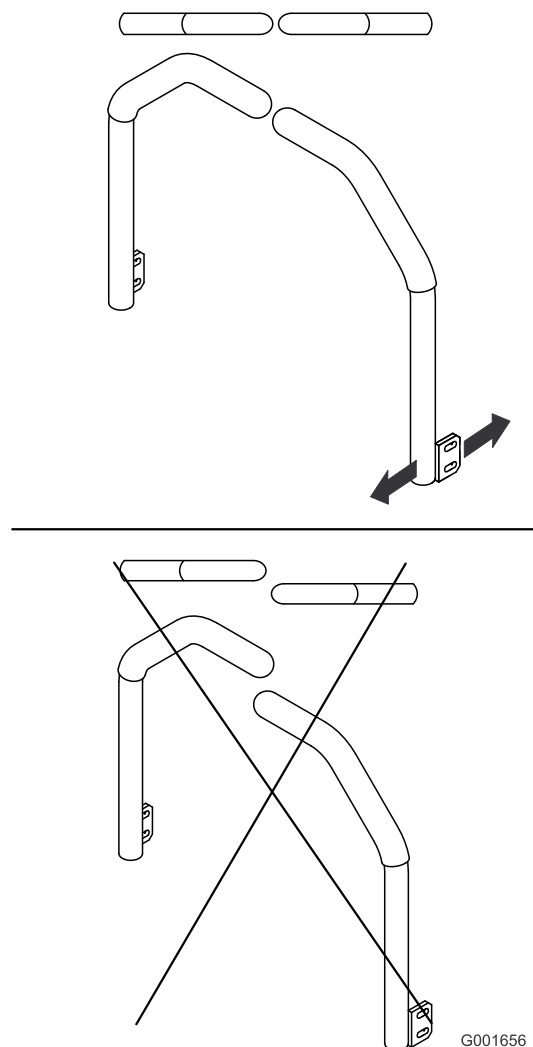

Figure 69
5. Réglez les leviers de commande de sorte à les aligner (Figure 69) et serrez les boulons de fixation des leviers aux montants.